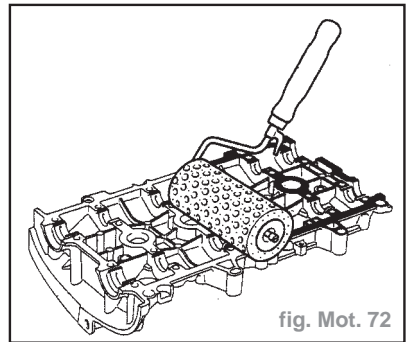

fig. Mot. 72
- Appliquer, à l'aide d'un rouleau (à crépi), de la **Loctite 518** sur le plan de joint du couvercle de culasse jusqu'à ce que celui-ci soit rougeâtre (fig. Mot. 72).